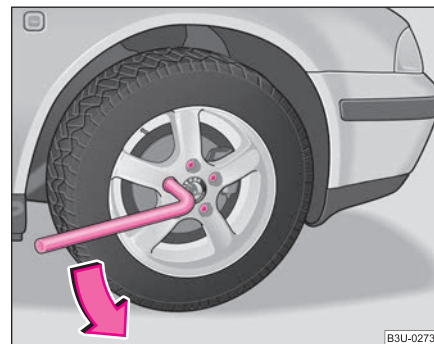

Fig. 194 Cambio de rueda: Aflojar los tornillos de rueda
- Agarre la llave por el extremo y gire el tornillo aproximadamente una vuelta hacia la izquierda ⇒ fig. 194.